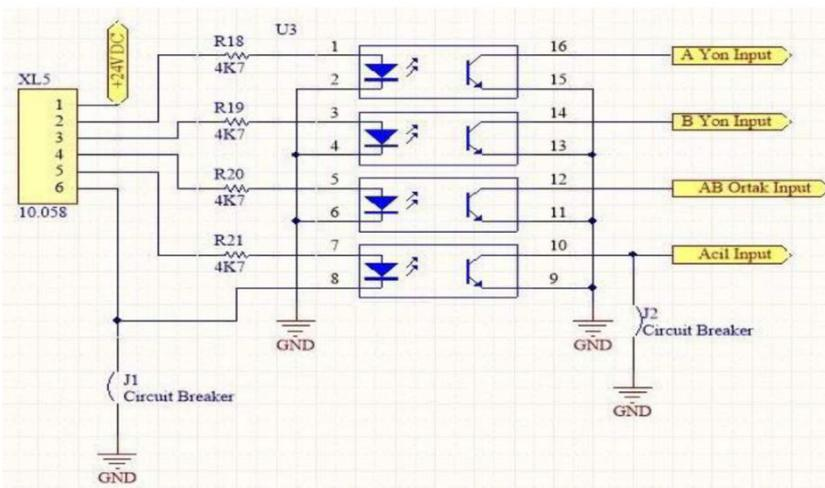

Figure 5.5 Circuit diagram of XL5 terminal.
Im Notfall ist eine Öffnerkontaktverbindung (NC) erforderlich. Der Jumper J2 (Abb. 5.5) ist bei Auslieferung des Drehkreuzes ab Werk gesteckt. Soll der Alarmkontakt verwendet werden, muss diese Kurzschlussbrücke (J2) entfernt werden.